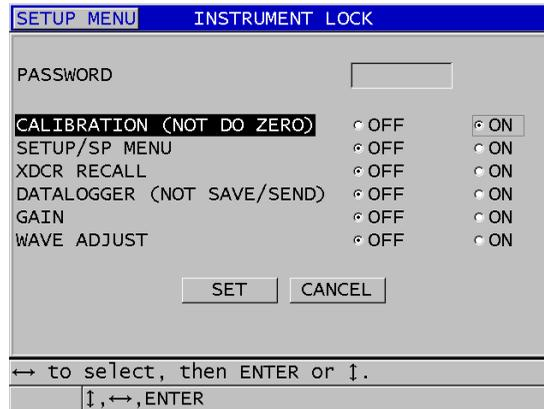

Abbildung 8-9 Fenster INSTRUMENT LOCK
3. Führen Sie im Fenster **INSTRUMENT LOCK** (siehe Abbildung 8-9 auf Seite 144) Folgendes aus: